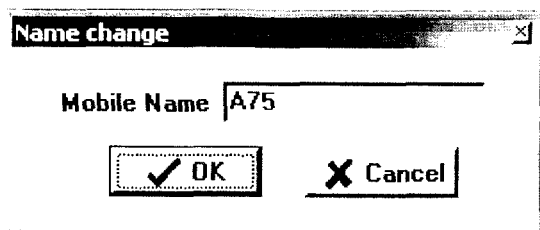

Рис. 1.3.5. Смена модели телефона
- смена модели телефона (кнопка «Name change»). При этом на экран будет выведено диалоговое окно (рис. 1.3.5), в котором необходимо ввести правильное наименование модели телефона и нажать кнопку «OK».